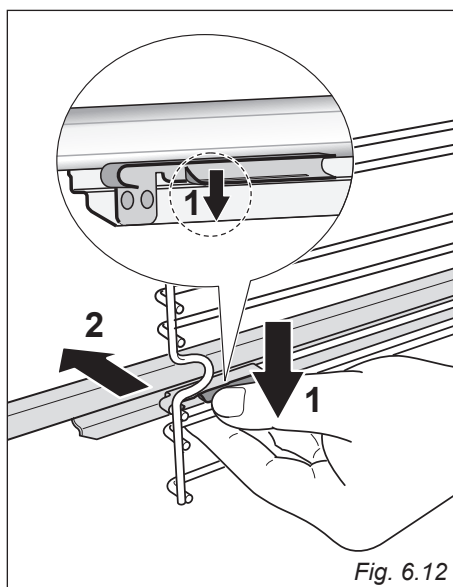

Fig. 6.12
- Repérez les verrous de sûreté. Il s'agit de languettes qui s'agrafent sur le fil de la grille latérale (flèche 1 sur la fig. 6.12).
- Ecartez les verrous de sûreté du fil pour libérer ce dernier (flèche 2 sur la fig. 6.12).